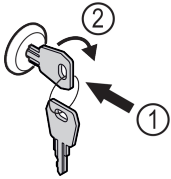

Fig. 123
- ▶ Insérer la clé. Fig. 123 (1)
- ▶ Tourner la clé à 90° dans le sens horaire. Fig. 123 (2)